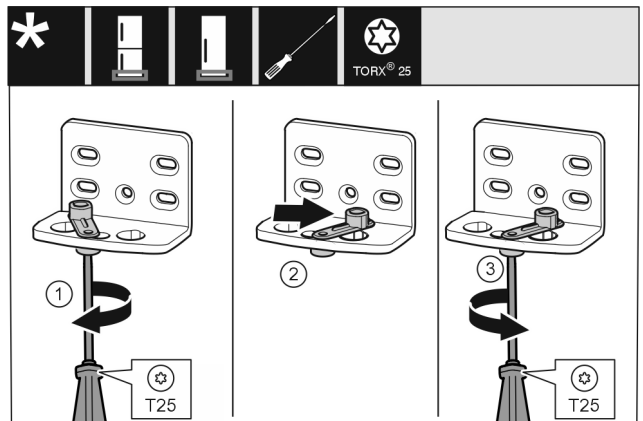

Fig. 15
- ▶ Schroef met de schroevendraaier T25 losdraaien. Fig. 15 (1)
- ▶ Deursluiting optillen en 90° naar rechts in de opening draaien. Fig. 15 (2)
- ▶ Schroef met schroevendraaier T25 vastschroeven. Fig. 15 (3)